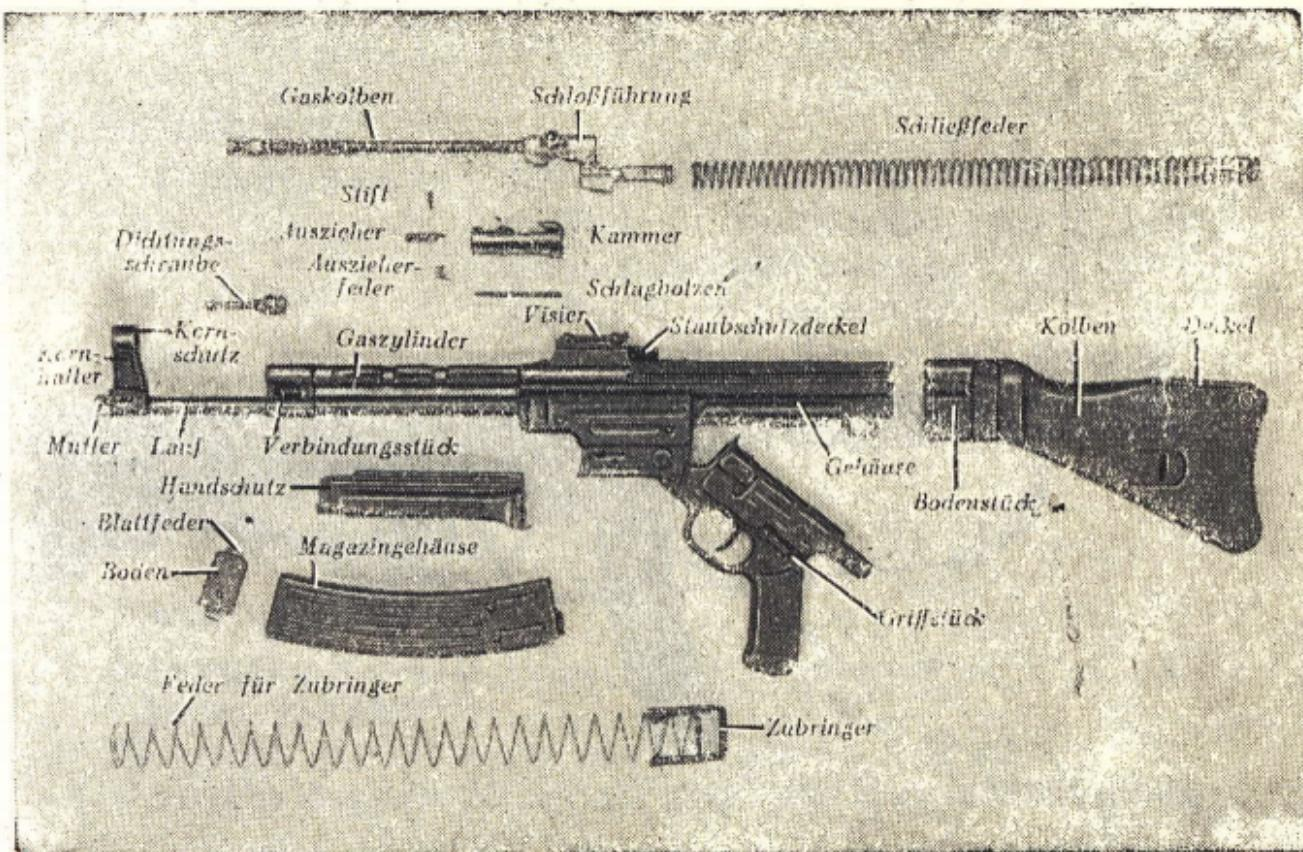

Bild 2: StG 44 und Magazin, zum Reinigen auseinandergezogen
**16. Auseinandernehmen und Zusammensetzen (Bild 2)**